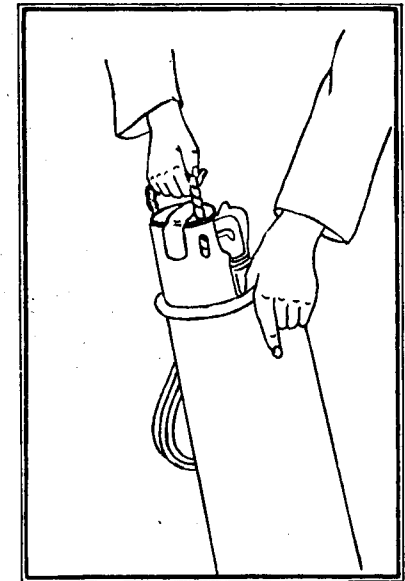

Abb. 6. Gaserzeuger: Herausziehen der verpackten Gaserzeuger
1. Zubehörbehälter öffnen, Drachen zuerst herausnehmen. Dann verpackte Gaserzeuger an Schnurschlaufe herausziehen (s. Abb. 6).